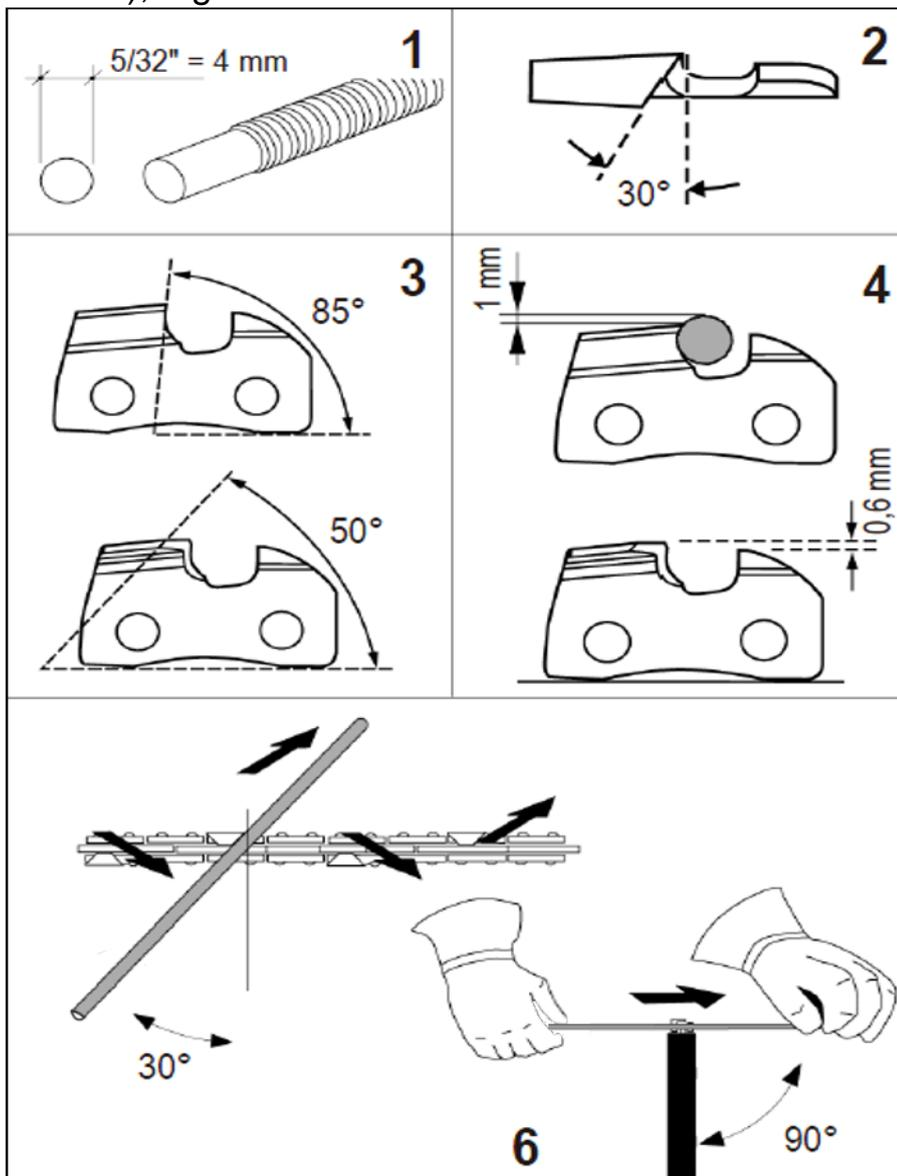

Fig.45
- Utiliser une lime ronde (spécifique pour chaînes) du diamètre 5/32" (4,0 mm), Fig.45 item 1.
- Observer les angles d'affûtage comme en Fig.45 items 2-3.
- Affûter en limant de l'intérieur vers l'extérieur (Fig.45 item 5), toutes les dents sur un côté, puis celles sur le côté opposé.